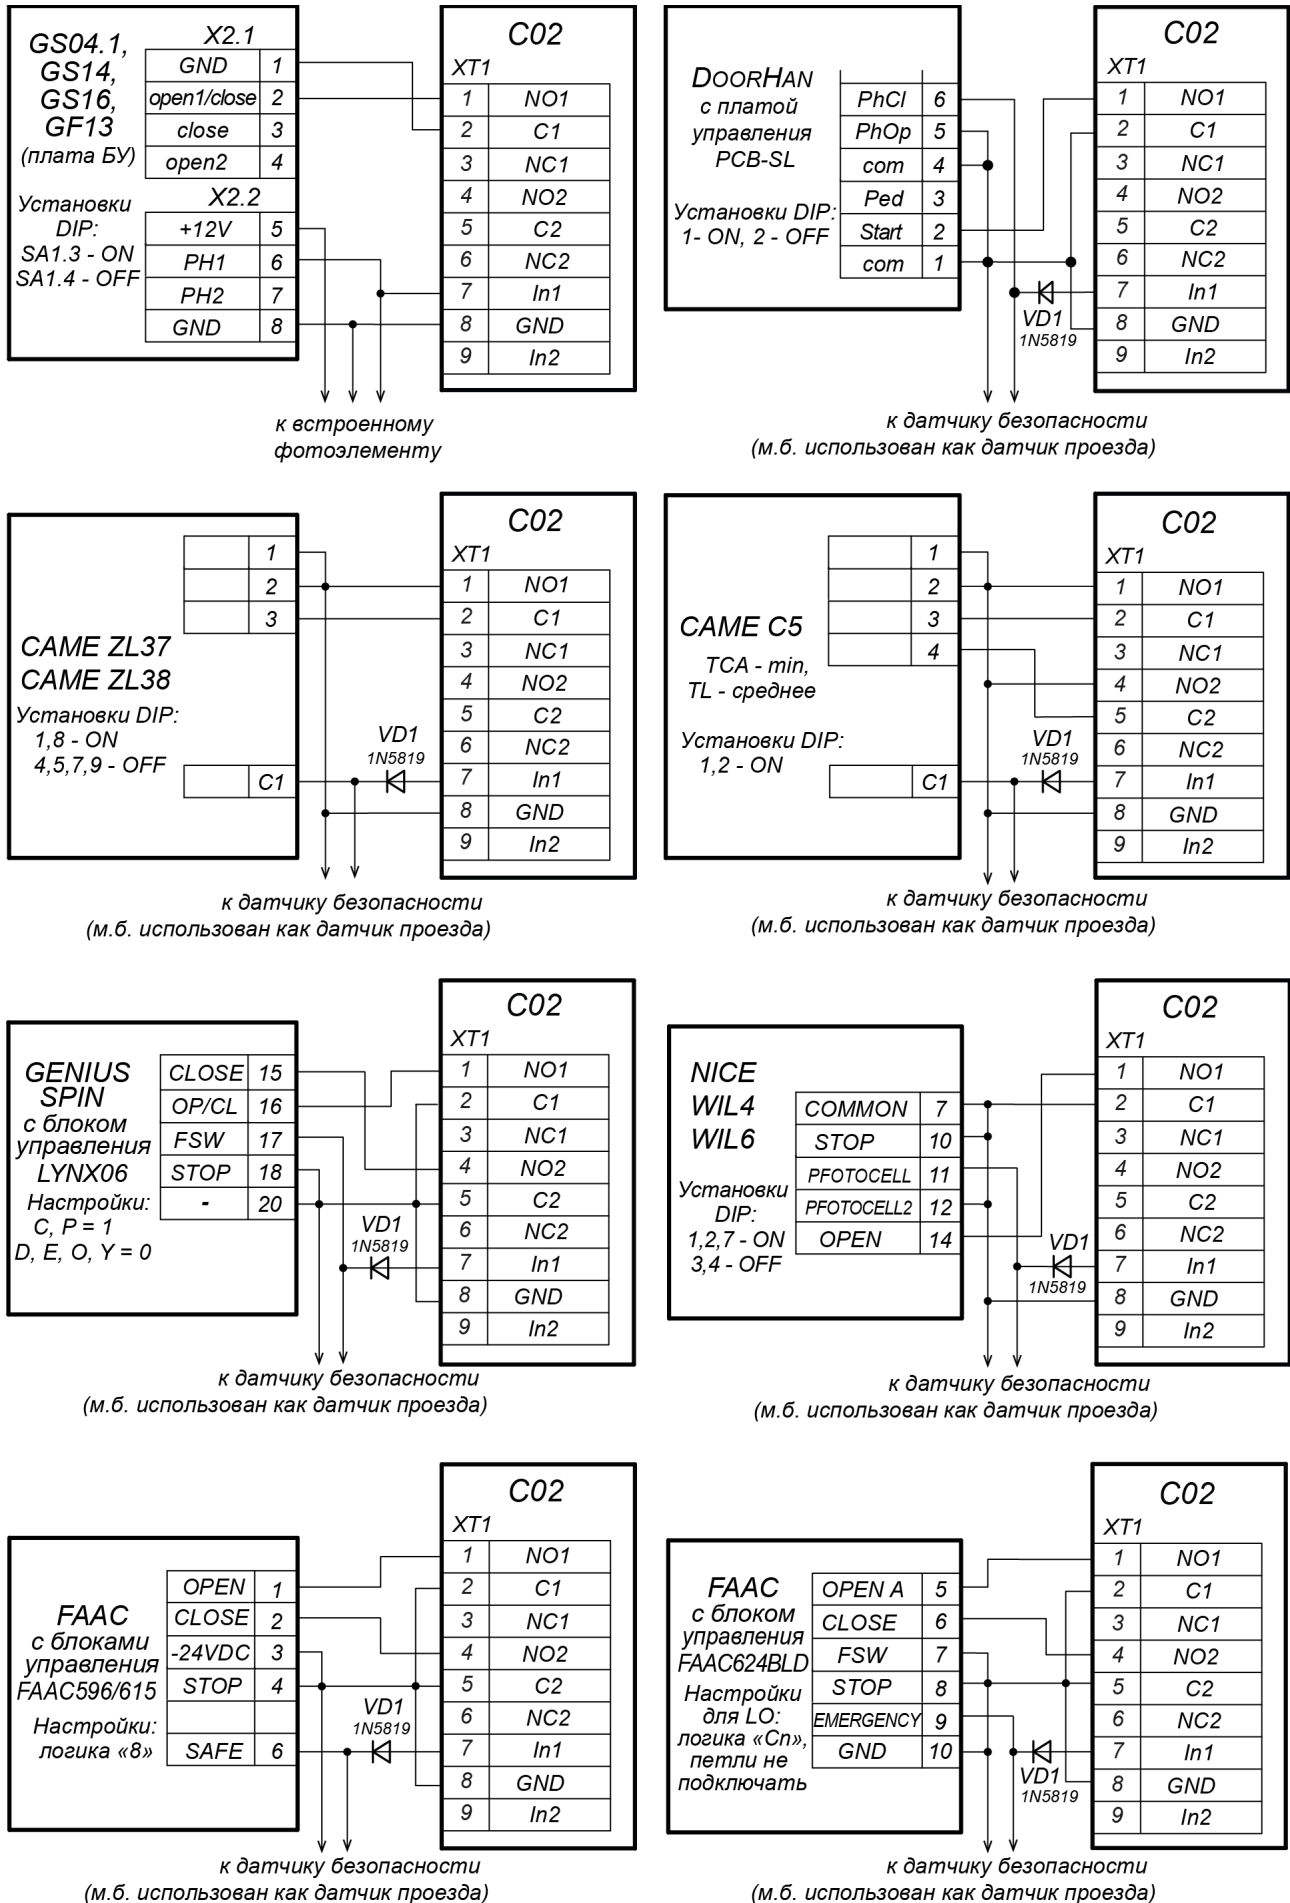

Рисунок 8. Примеры схем подключения шлагбаумов к контроллеру
- Типовые схемы подключения ИУ АТП представлены на рис. 8.